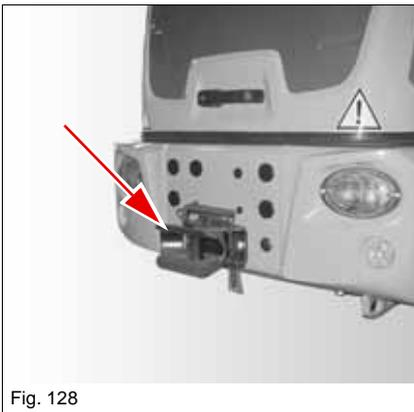

Fig. 128
- Utiliser les dispositifs de remorquage (Fig. 128) pour remorquer la machine.